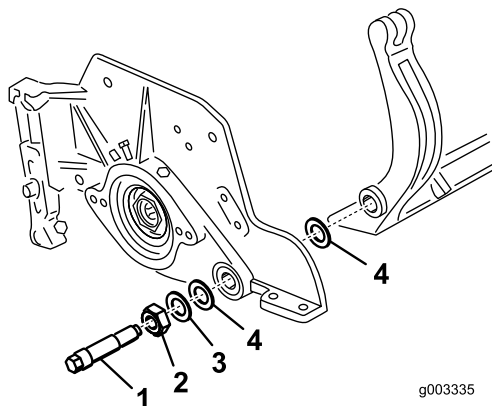

**Figura 31**
3. Desaperte a porca de bloqueio que segura a cavilha da barra de apoio, em cada um dos lados da máquina (Figura 31).
4. Remova cada uma das cavilhas da barra de apoio, de modo permitir puxá-la e retirá-la da máquina (Figura 31).